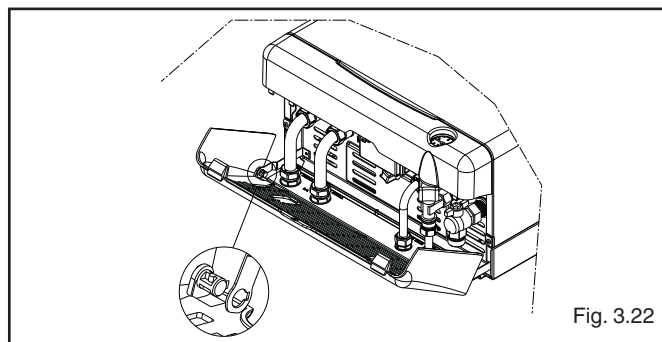

Fig. 3.22
- posizionare la copertura raccordi in modo che il perno del lato sinistro venga inserito nella squadretta sinistra facendo coincidere il risalto del perno con il corrispondente scarico presente sulla squadretta. Ruotare leggermente verso il basso la copertura (fig. 3.22)